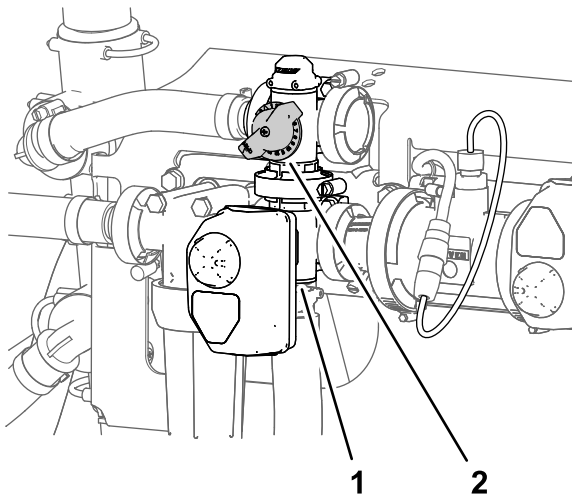

Figure 166
2. Réglez la vanne de dérivation d'agitation (Figure 166) jusqu'à ce que la pression indiquée soit 6,9 bar.